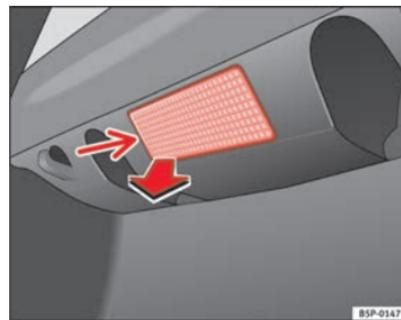

Fig. 190 Éclairage du coffre à bagages
- Retirez la tulipe en faisant pression sur le rebord de la partie inférieure de celle-ci - flèche - à l'aide d'un tournevis plat ⇒ fig. 190. ►